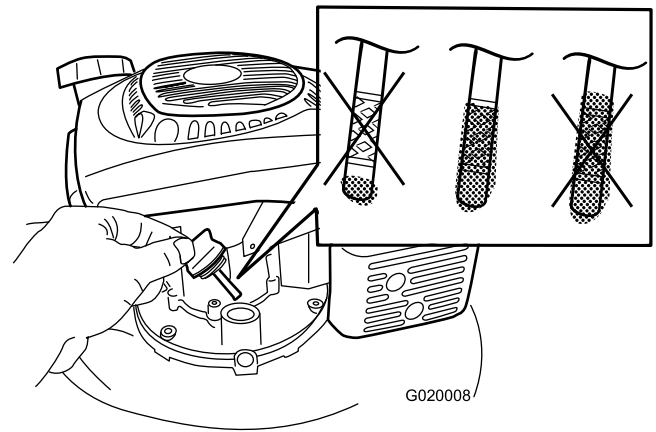

Figura 8
1. Rimuovete l'asta di livello, pulitela e inseritela nel bocchettone di riempimento dell'olio, **senza** avvitare (Figura 8).
2. Estraiete l'asta e controllate il livello dell'olio (Figura 8). Se il livello dell'olio è inferiore alla tacca Add sull'asta, versate **lentamente** dell'olio nel foro di riempimento fino a portarne il livello alla tacca Full sull'asta. **Non riempite troppo.** (Riempimento massimo: 0,65 litri, tipo: olio detergente 10W-30 o SAE 30 con service classification API SJ o superiore.)